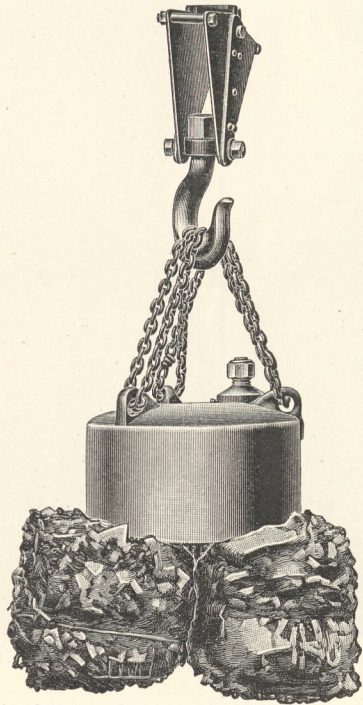

Fig. 440. Lastmagnet (Siemens-Schuckert-Werke).
**Lastmagnete** dienen zum Anheben von Schmiedeeisen-, Stahl- und Graugußkörpern. Die Ausführungsformen richten sich nach der Art der zu hebenden Stücke. Bei massiven Körpern mit ebenen Angriffsflächen und beim Heben von Blechen und Schweißpaketen kommt gewöhnlich eine runde Form (Fig. 440) in Betracht. Zum gleichzeitigen Anheben mehrerer nebeneinanderliegender stabförmiger Körper, wie Schienen, Walzeisen usw., eignet sich besser eine längliche Form; zum Heben von Doppel-T-Trägern und U-Eisen hat man besondere Magnete mit schmaler Aufsatzfläche konstruiert; für sehr unregelmäßige Körper Magnete mit mehreren verschieblichen Polen (vgl. Abteilung „Arbeitsmaschinen“, Fig. 538, S. 234).